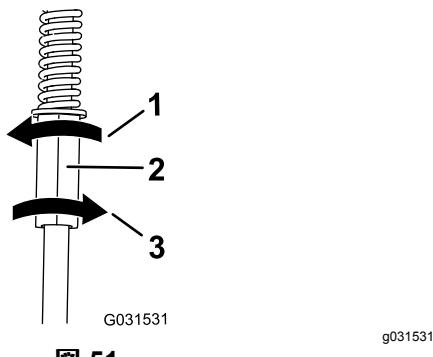

図 51
4. 左側のコントロールロッドを 1/4 回転ずつ回して、直進できるまで少しづつ調整を進める**図 51**。